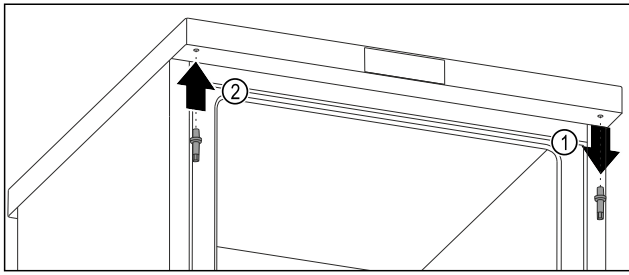

Fig. 14
- ▶ Wykręcić górny sworzeń kluczem imbusowym. Fig. 14 (1)
- ▶ Przykręcić sworzeń po przeciwnej stronie kluczem imbusowym. Fig. 14 (2)